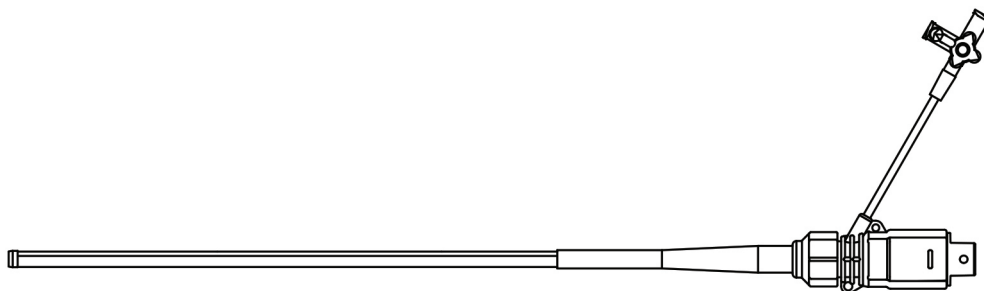

Figure 1 : Gaine
1. une gaine extensible (eSheath+) (Fig. 1), qui permet d'accéder au vaisseau cible tout en maintenant une hémostase et dont le diamètre peut être provisoirement agrandi afin de faire passer un dispositif.